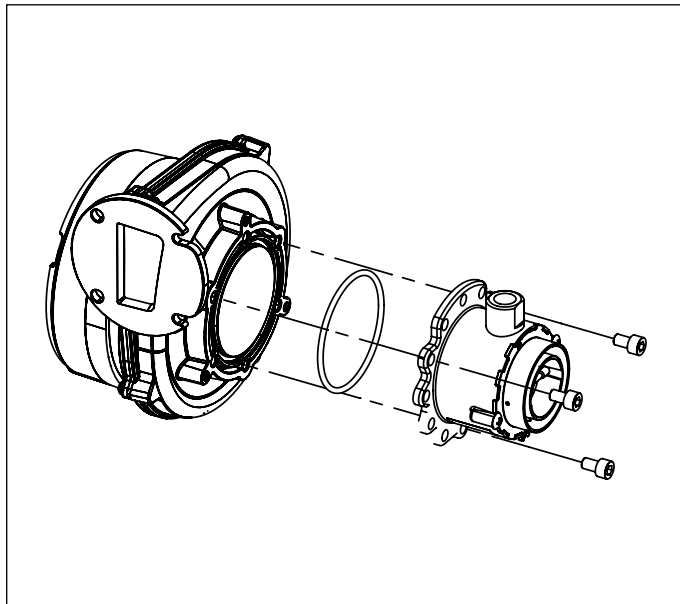

Рис. 28 Змішувач
- Зняти змішувальний вузол, відкрутивши три гвинта з циліндричною головкою(дивись Рис. 28 Змішувач).